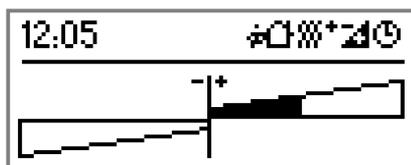

Bild 58: Beispiel einer 2-Bereichs-Anzeige mit Basis-Sollwertverschiebung als Bargraph
- i** In der Anzeigefunktion "Sollwertverschiebung als Bargraph" (Bild 58) können keine ergänzenden Texte konfiguriert werden.
Der Tastsensor lässt es zu, bei relativer Sollwertvorgabe die Solltemperatur des Raumtemperaturreglers innerhalb festgelegter Grenzen stufenweise zu verschieben. Diese Sollwertverschiebung kann entweder über die Displaytasten (siehe Seite 17-18) oder durch Reglernebenstellen in positive (+) wie auch in negative (-) Richtung ausgeführt werden. Ob eine Basis-Sollwertverschiebung stattgefunden hat (die Verschiebung also ungleich "0" ist), wird bei der 2-Bereichs-Anzeige in der Statuszeile durch das Symbol  signalisiert. Optional kann die Sollwertverschiebung auf dem Display in Form eines Bargraphen angezeigt werden (Bild 58). Dabei belegt der Bargraph die gesamte Menüfläche, so dass andere Anzeigefunktionen in diesem Anzeigebereich nicht mehr dargestellt werden können. Sofern die "Sollwertverschiebung als Bargraph" konfiguriert ist, wird im Menü "Sollwertverschiebung" (Bedienung der Displaytasten) anstelle eines Temperaturwerts die Verschiebung in Form des Bargraphen angezeigt.